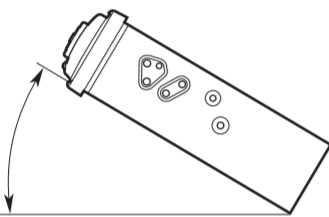

Figure 2 / 圖 2 / 그림 2
2. Install the unit within 30° of the horizontal plane. (Figure 2)
2. 安装时, 请使本装置与水平面的角度在30°以内。(图2)